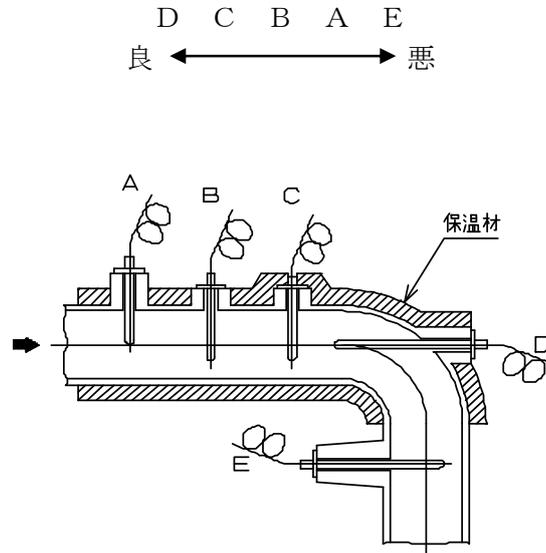

図7-2
③図7-2は保温材の有無を含む各種設置例を示しています。最も示度誤差の小さい良好な例はD例です。逆に、E例はノズル長さが長く保温材も使用していないため最悪の設置例となっています。次いでA例、B例、C例の順に示度誤差が小さくなります。